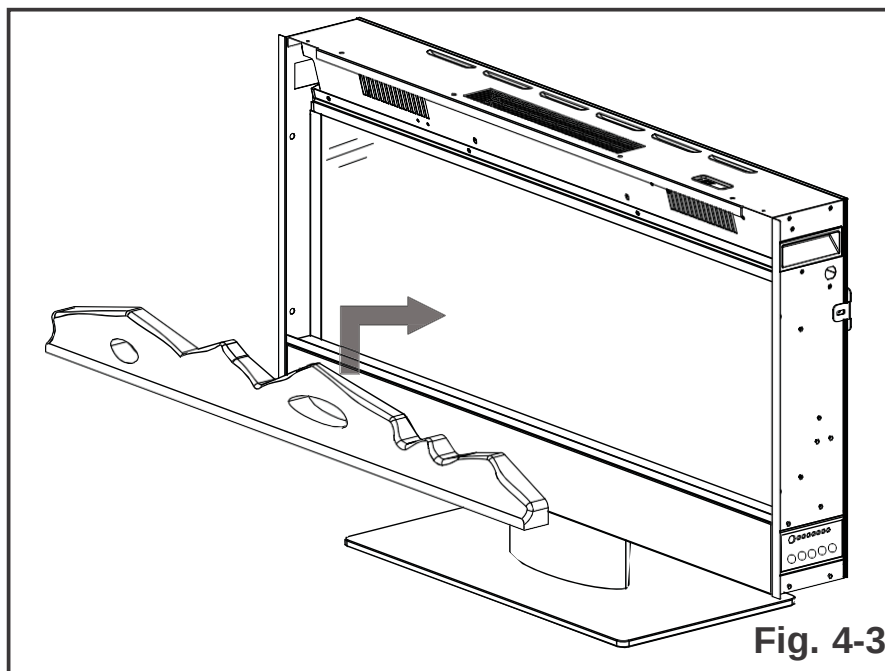

Fig. 4-3
- C. Posizionare il set di ceppi nell'apparecchio (**Fig. 4-3**).